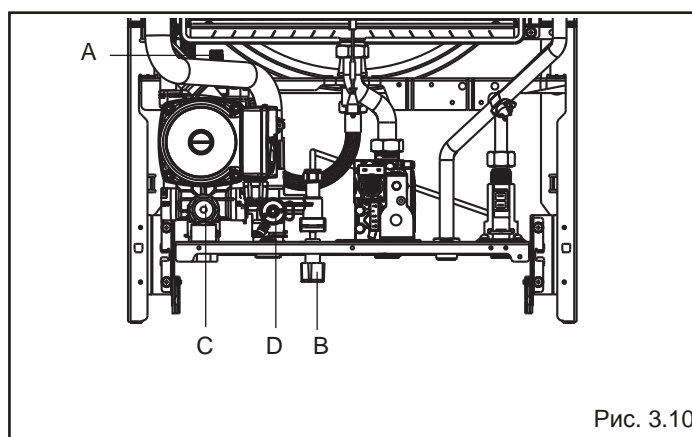

Рис. 3.10
- открутите на два или три оборота крышку автовоздушника (А) (рис. 3.10)